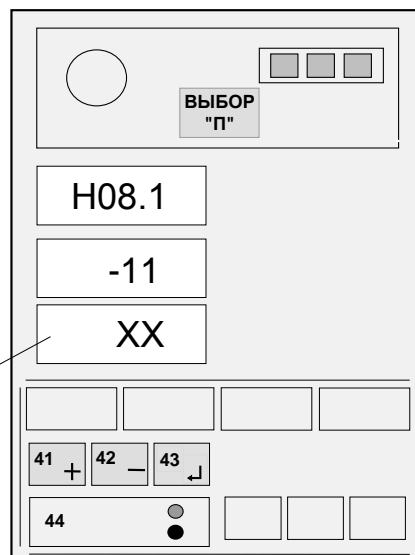

Рисунок 14
Если значение коэффициента, указанное на жгутах ПрД, отличается от значения, выдаваемого на средний ИЖЦ, нажатием кнопки 44 установить на верхнем ИЖЦ код "H08.1", а затем, нажимая кнопки "+" (41) и "-" (42), установить на среднем ИЖЦ значение коэффициента для поршневого ПрД (см. рисунок 14 для коэффициента М11), причем знак плюс на индикаторе не отображается, а знак минус отображается символом " - ".
Если значение коэффициента, указанное на жгуте ПрД, отличается от значения, выдаваемого на средний ИЖЦ, нажатием кнопки 44 установить на верхнем ИЖЦ код "Н06.1", а затем, нажимая кнопки "+" (41) и "-" (42), установить на среднем ИЖЦ значение коэффициента для штокового ПрД (см. рисунок 14 для коэффициента М11), причем знак плюс на индикаторе не отображается, а знак минус отображается символом " - ".